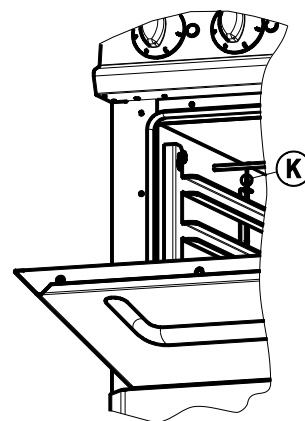

Abb. 3
- Darauf achten, dass bei der Reinigung der Sensor "K" (Abb.3) des Thermostats im Ofeninneren nicht beschädigt wird.